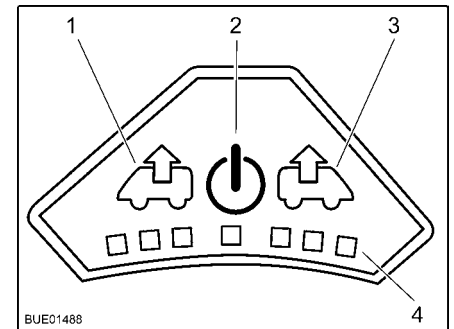

Fig. 112 Panneau de commande du ventilateur
Allumer : ■ Appuyer sur la touche Marche/Arrêt (Fig. 112,2). Le ventilateur fonctionne en mode confort (aération à faible vitesse de rotation).
Ventiler : ■ Pour augmenter la vitesse de rotation du ventilateur, appuyer sur la touche Ventilateur (Fig. 112,1). La vitesse de rotation du ventilateur augmente d'un niveau de puissance dans le sens de l'échappement. Les DEL (Fig. 112,4) montrent les niveaux de puissance.
■ Pour réduire la vitesse de rotation du ventilateur, appuyer sur la touche Aérer (Fig. 112,3). La vitesse de rotation du ventilateur diminue d'un niveau de puissance.
- Pour augmenter la vitesse de rotation du ventilateur, appuyer sur la touche Aérer (Fig. 112,3). La vitesse de rotation du ventilateur augmente d'un niveau de puissance dans le sens de l'aération. Les DEL (Fig. 112,4) montrent les niveaux de puissance.
- Pour réduire la vitesse de rotation du ventilateur, appuyer sur la touche Ventilier (Fig. 112,1). La vitesse de rotation du ventilateur diminue d'un niveau de puissance.
- Appuyer sur la touche Marche/Arrêt (Fig. 112,2). Le ventilateur s'arrête, les DEL s'éteignent.